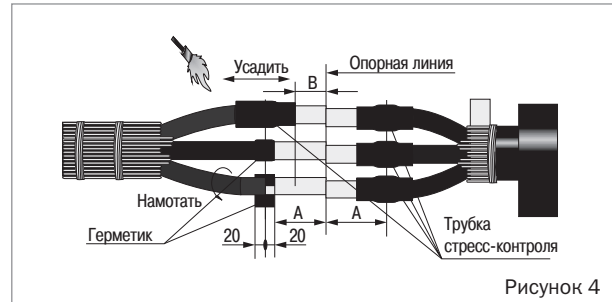

Рисунок 4
- Для каждой жилы ленту-герметик плотно намотать с заходом 20 мм на ступень полупроводящего экрана и на 20 мм на поверхность полиэтиленовой изоляции, обжать рукой (рисунок 4).
- Надеть на каждую жилу трубку стресс-контроля, установить её на расстоянии В (размер «В» взять из таблицы 1) от края жилы и усадить с помощью горелки, начиная от конца жилы и далее по направлению к корешку разделки кабеля (рисунок 4).